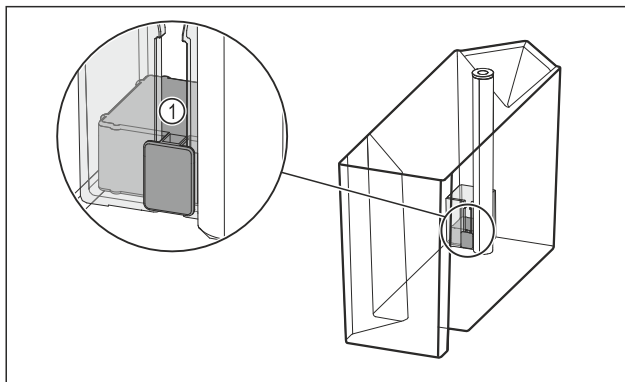

Fig. 98
- ▶ Kontrollige, kas ujuk Fig. 98 (1) on kinni kiilunud. Kui ujuk on kinni kiilunud: